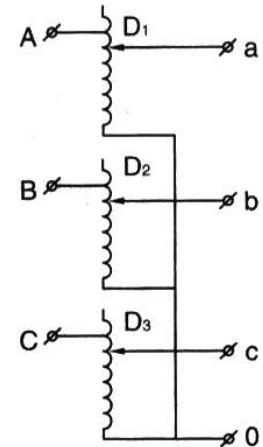

图8
(4) 三相绕组结构：三相调压由三个相同规格的绕组组装而成。绕组联接成星形，单相调压器原理如图 8。